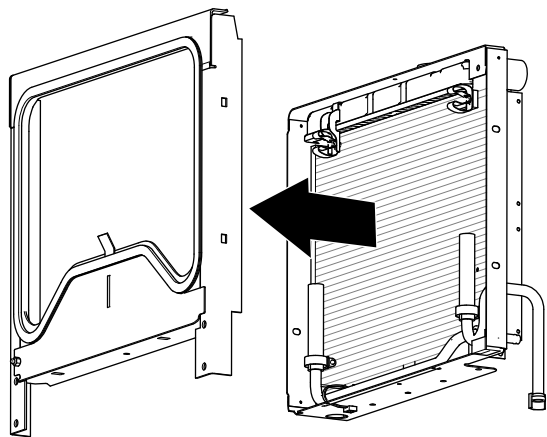

Рисунок 23
- Отделите монтажную раму от радиатора (Рисунок 23).